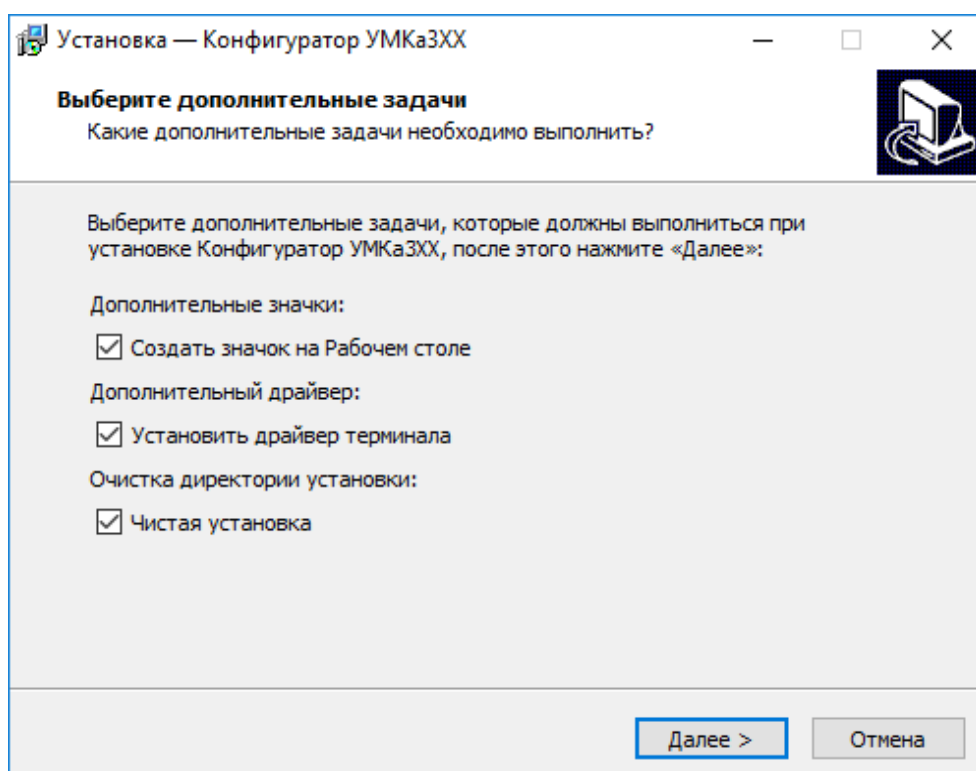

Рисунок 3.5 Выбор опций установки
При первой установке выберите опцию «Установить драйвер терминала» (Рисунок 3.5 ) и нажмите «Далее».
**Внимание! Подключение терминала к ПК по USB без основного напряжения питания с целью конфигурирования не допускается. Обязательно подключение внешнего питания. В случае если конфигуратор не обнаружил терминал проверьте наличие установленных драйверов. В случае их отсутствия рекомендуется произвести переустановку конфигуратора установив галочку «установить драйвера»(Рисунок 3.5).**